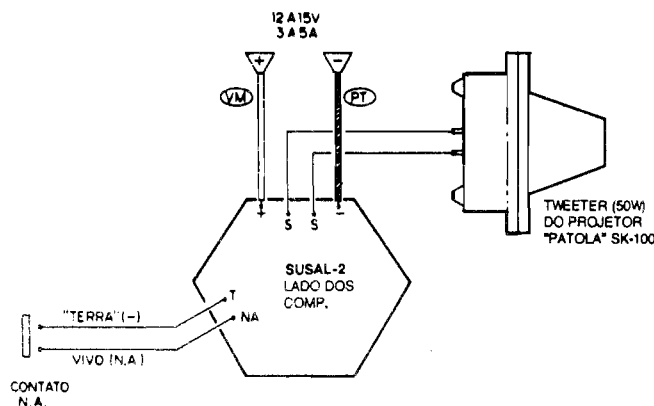

Fig.4
- **FIG. 4 - CONEXÕES EXTERNAS À PLACA** - As ligações externas à placa são simples, totalmente detalhadas no diagrama (placa ainda vista pela sua face não cobreada...). O ponto mais importante a observar é quanto à polaridade da alimentação, sendo aconselhável a utilização "regulamentada" de fio **vermelho** para o **positivo** e fio **preto** para o **negativo**... Observem, ainda que as ligações de Saida (S-S), mostram o transdutor (**tweeter**) "nú", removido da sua "corneta" e "projetor" (basta soltar alguns parafusos no conjunto, que ele todo se desmonta de forma bastante lógica, e muito fácil de - depois - "remontar" corretamente, como sempre ocorre nos produtos "Patola" (Se algum engracadinho, aí, está pensando em "corrupção", pode morder o progenitor nas nádegas... Não recebemos um